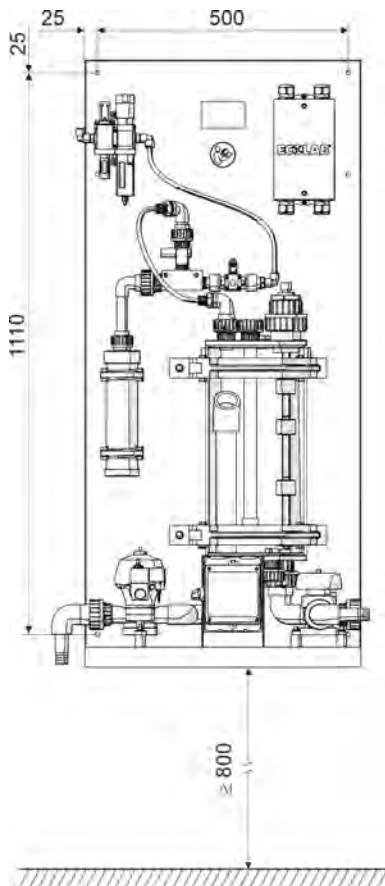

Abb. 10: Wandmontage
5. Montageplatte mitsamt den Aufbauten gemäß Abb. 10 an der Wand befestigen.